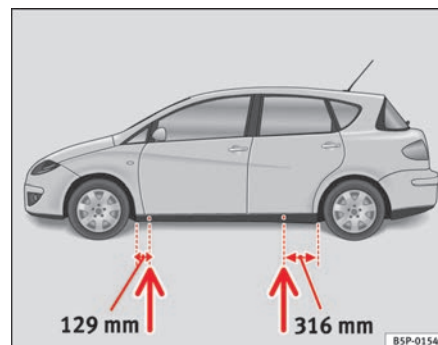

Fig. 170 Puntos de apoyo del gato
- Busque en el larguero inferior del vehículo el punto de apoyo mas cercano a la rueda pinchada ⇒ **página 256, fig. 170.**
En el larguero inferior van marcados los lugares en los que se puede apoyar el gato ⇒ **página 256, fig. 170.** Se ha previsto un lugar para cada rueda. El gato no debe colocarse en otros lugares.